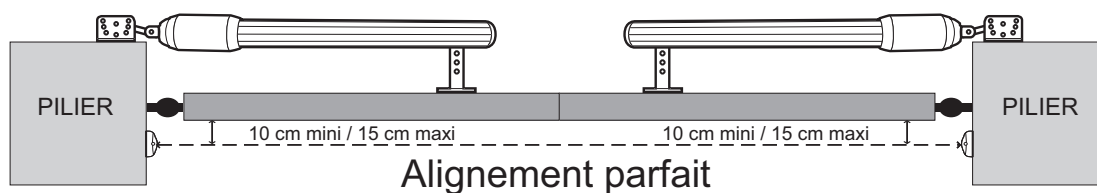

Figure 37
- La distance entre la face extérieure du portail et la photocellule doit être comprise entre 10 et 15 cm (**Figure 37**).